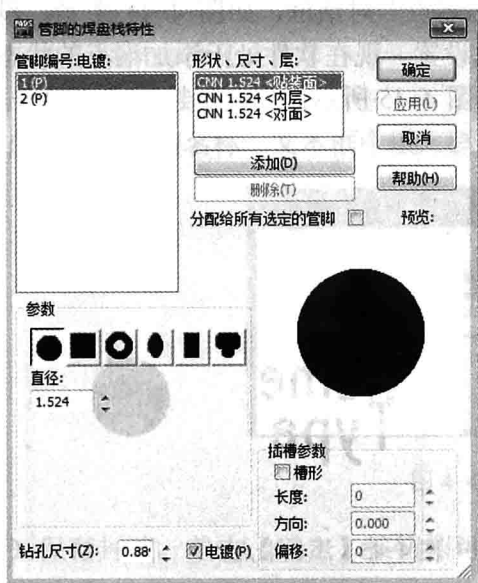
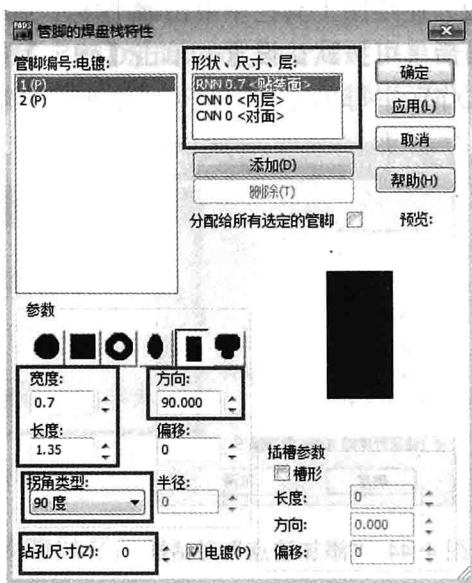

图 4-48 “管脚的焊盘栈特性”对话框
图 4-49 设置 1 号端点的焊盘尺寸
(2) 进入“管脚的焊盘栈特性”界面，如图 4-48 所示。从图 4-42 中可以估算出焊盘的尺寸为 $0.7\text{mm} \times 1.35\text{mm}$ (0805 封装)。在对话框中，设置 1 号端点的焊盘尺寸，如图 4-49 所示。
由于 2 号端点的焊盘尺寸和 1 号端点一致。在图 4-49 所示对话框中，勾选“分配给所有选定的管脚”选项后，再单击【应用】按钮。这时，2 号端点的焊盘尺寸也修改完毕，如图 4-50 所示。